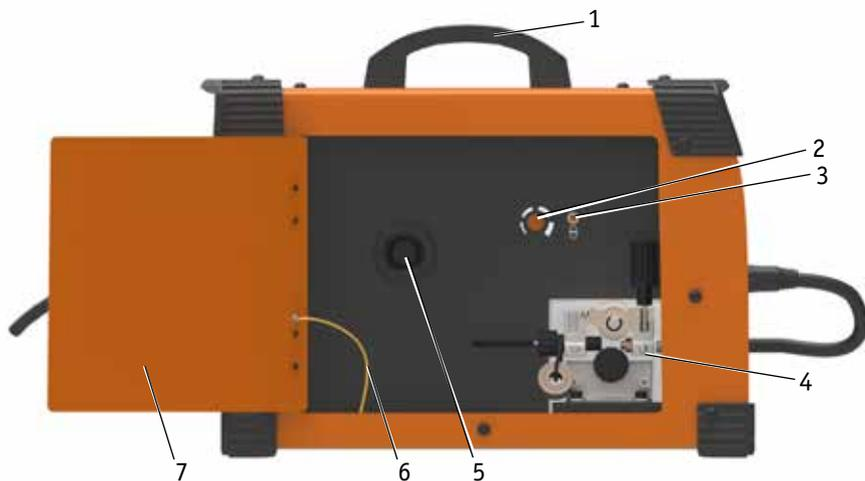

Рис. 6.3. Вид сбоку.
11. Установите дожигание проволоки (burnback) (п. 2, рис. 6.3).